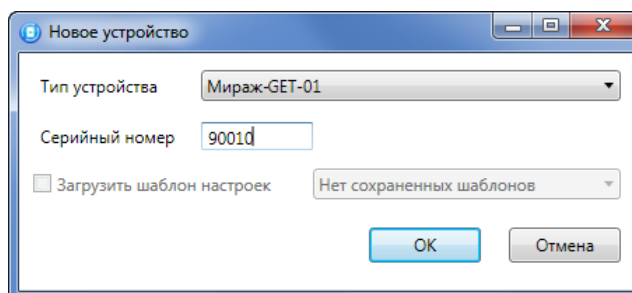

Рисунок 4.5 – Окно *Новое устройство*
- В открывшемся окне *Новое устройство* (см. рисунок 4.5) задайте необходимые параметры и нажмите кнопку *ОК*: